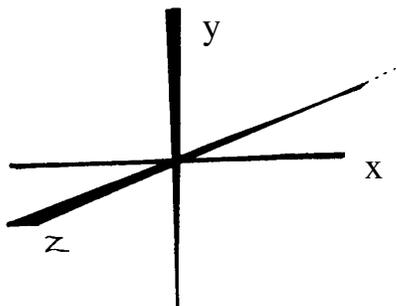

Figura 7.1
2.2 Utilizar las coordenadas espaciales los ejes x, y, z en forma perpendicular (ver figura 7.1 y 7.2)